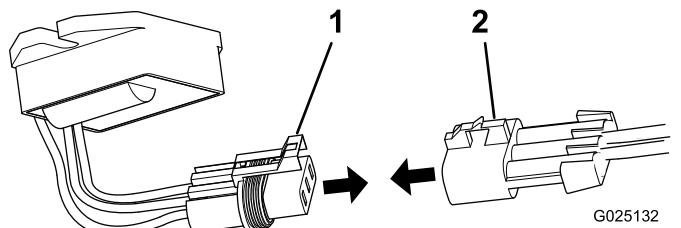

Figura 15
10. Conecte el enchufe del regulador en el enchufe del arnés de cables (Figura 15).